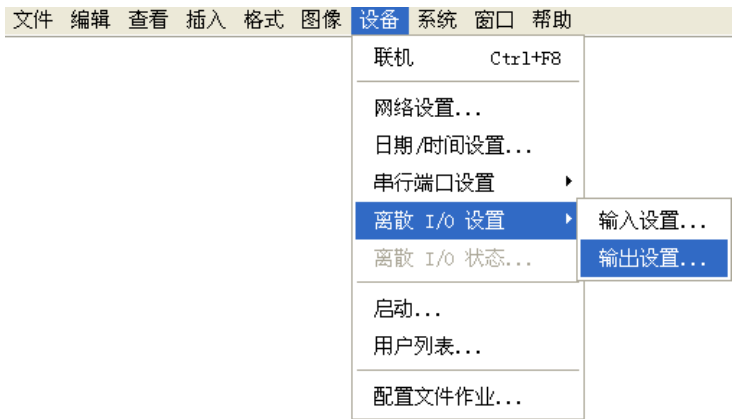

图 2-7：访问 I/O 输出设置
- 3. 从 “设备” 菜单中，选择 “离散 I/O 设置” 子菜单。选择 “输出设置” 选项（图 2-7）。